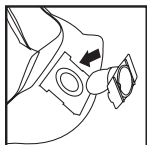

FIGURE 24
32. Placez le déflecteur d'admission avec l'ouverture faisant face à la gauche ou à la droite du sac avec filtre. Faites glisser le collier du sac filtre sur les encoches du déflecteur d'admission, en faisant correspondre les encoches du collier du sac avec le déflecteur d'admission. Le sac ne s'adaptera correctement que dans un sens. **FIGURE 24.**